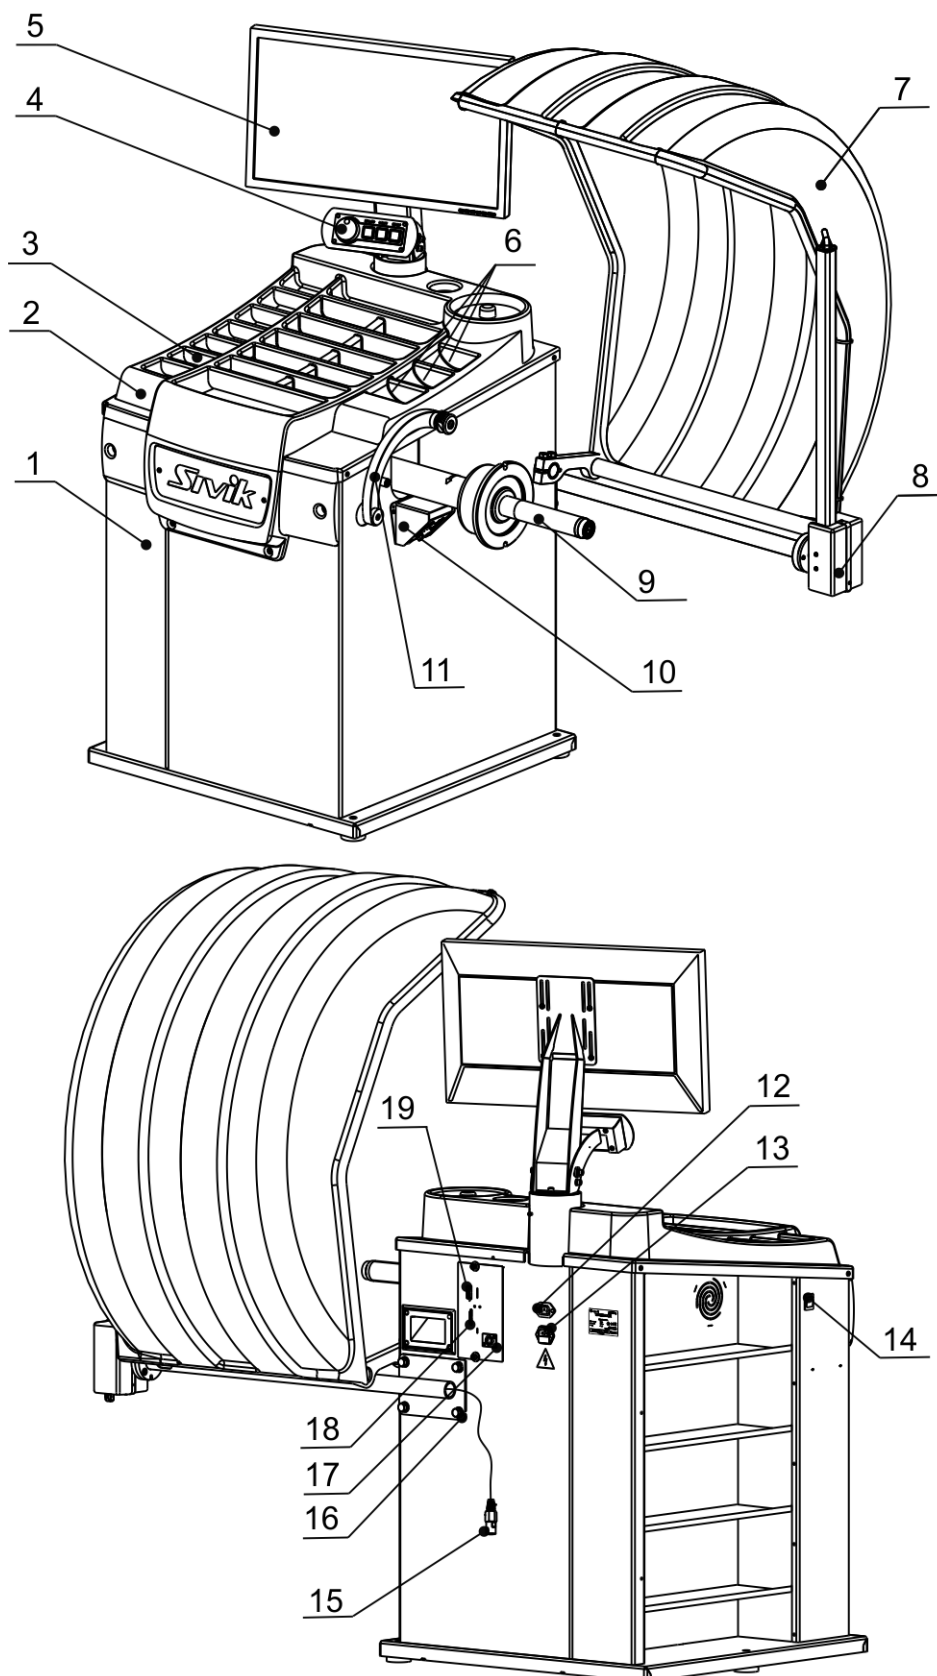

Рисунок 4.1
4.2.5 Закрепить вторую линейку 8 на корпусе с помощью 4-х болтов с шайбами 16 и подключить вилку линейки 15 к гнезду 17 (рисунок 4.1).
4.2.8 Подключить шнур сетевой к разъему, расположенному на задней панели корпуса станка (рисунок 4.1), и к питающей сети, оборудованной розеткой с контактом заземления.